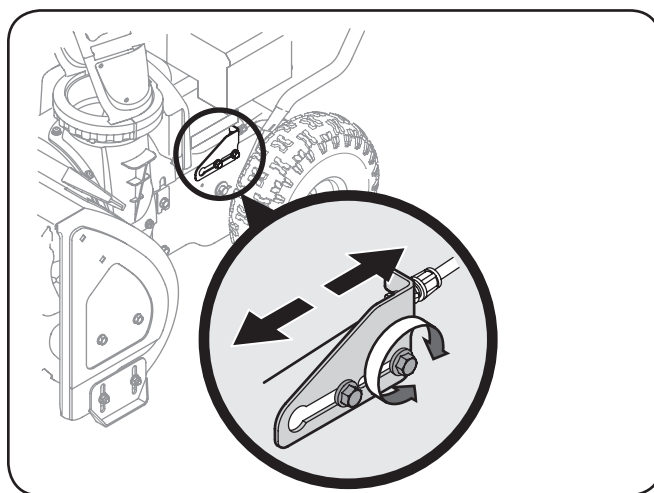

Figure 3-8
7. Afloje la tuerca hexagonal posterior en el soporte de ajuste del cable. Vea la Figure 3-8.